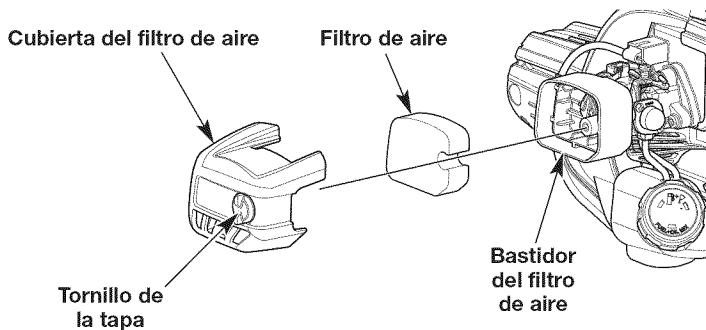

Fig. 16
- Abra la tapa del filtro de aire desenroscando el tornillo correspondiente (Fig. 16).
- Saque el filtro de aire del interior de la caja (Fig. 16).